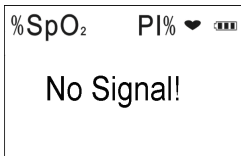

Figura 8 Nessun Segnale
- Durante il monitoraggio, se non ci sono segnali da rilevare, sullo schermo apparirà il messaggio “No Signal!” (nessun segnale) come mostrato nella Figura 8.